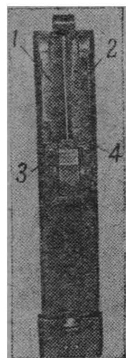

Рис. 7. Крышка для магазинного питания:
1. Если на коробе пулемета находится крышка со щитками и с защелкой магазина, — пулемет установлен на магазинное питание (рис. 7).